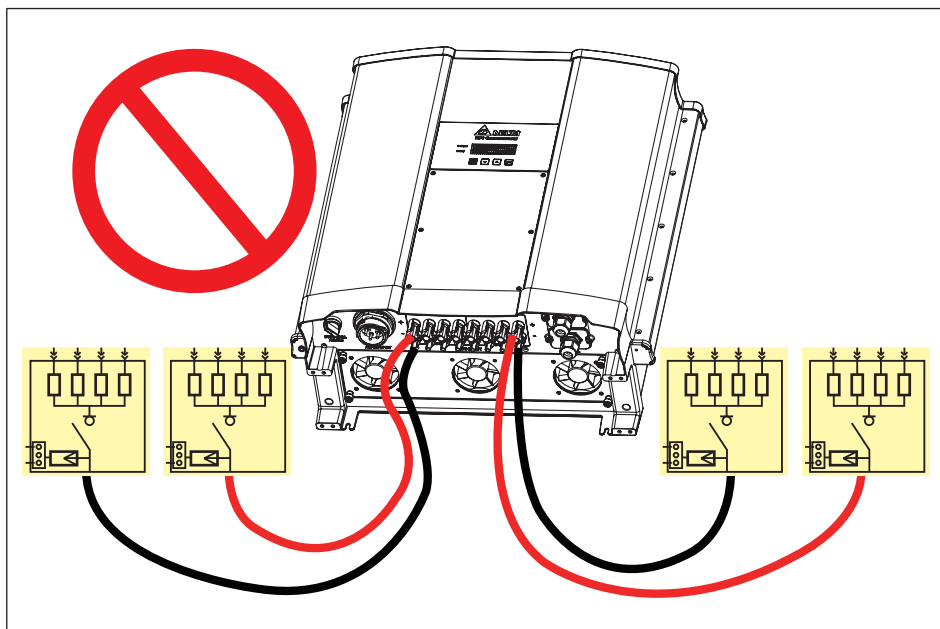

图4-7：错误的连接方式 - 1
- 主要是因为光伏汇流箱的输出电流大于每一直流端子的最大电流限制值，16A。所以如下图的应用是不恰当的。(图4-7)